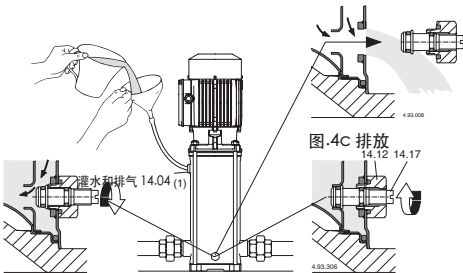

图.4a 灌水:
4. 从接线盒上卸下电源电缆,取下螺丝(70.18)及螺母(70.19)并从联轴器(64.22)上拆下电机(图.4a)。